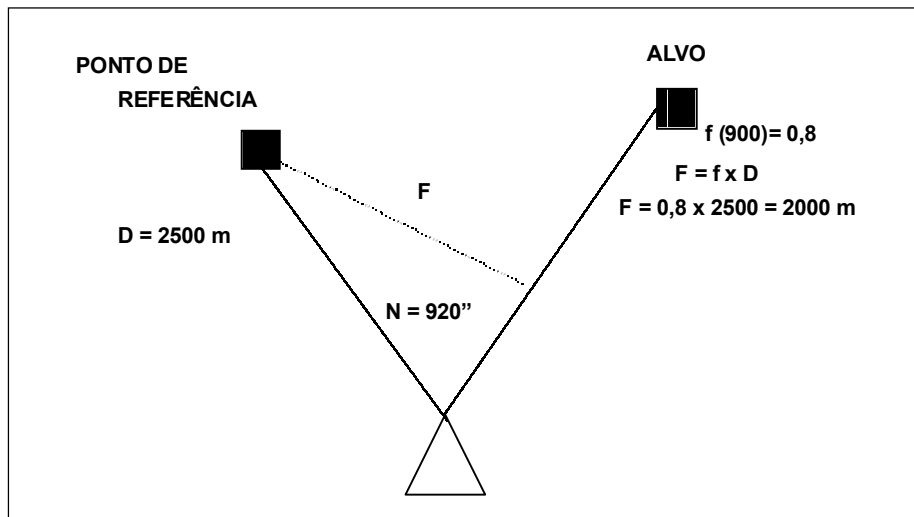

Fig 6-3. Cálculo da frente (desvio > 600'')
EXEMPLO: Na Fig 6-3, o observador mediu o desvio do ponto de referência do alvo pelo binóculo: 920'' Dir. A distância do posto de observação ao ponto de referência (conhecida ou avaliada) é de 2500 metros. Para calcular o transporte em direção, o desvio N é arredondado para a centena de milésimos mais próxima (900), correspondente ao fator do seno (0,8). O valor da frente será o resultado da multiplicação do fator 0,8 (f) pela distância em metros, 2500 (D). Tem-se então, para o valor da frente (F), 2000 metros.